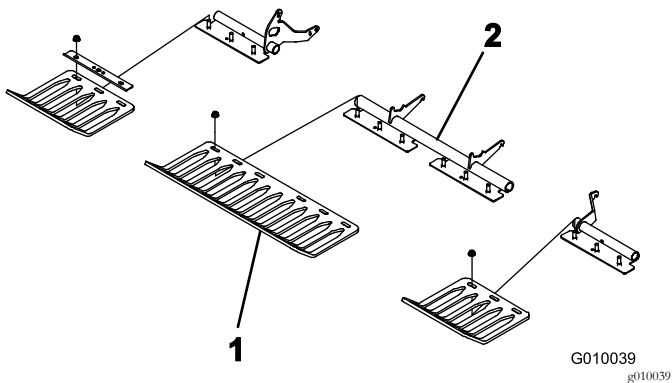

Figure 23
4. Montez les protège-gazon sur leurs supports au moyen de 4 dispositifs de fixation et 12 écrous à embase (Figure 23). Ne serrez pas les fixations.
Remarque: Les dispositifs de fixation et les écrous à embase des protège-gazon sont fixés aux supports de protège-gazon pour l'expédition (Figure 23).